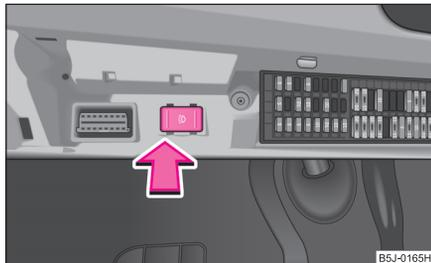

Abb. 32 Sicherheitsfach:
- Schalten Sie den Schalter für das Tagesfahrlicht ein  $\Rightarrow$  Abb. 32.
- Schalten Sie den Schalter für das Tagesfahrlicht aus  $\Rightarrow$  Abb. 32.